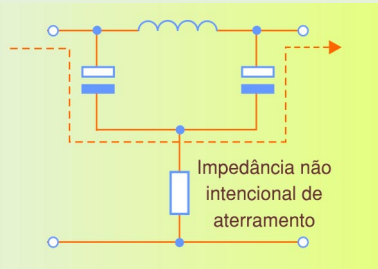

Figura 9 – Filtro com aterramento pobre..
- Aterramento pobre. Conexões de baixa impedância são fundamentais para boa filtragem de altas freqüências. A **figura 9** ilustra este problema num filtro  $\pi$  simples. A alta impedância de aterramento (pode ser resistiva ou indutiva) permite que as altas freqüências escapem do filtro.